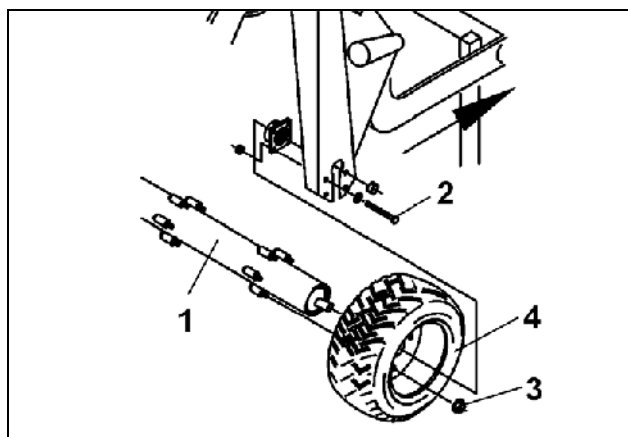

Fig. 122
- Sikre valsen med stoppeklosser mot utilsiktet bortrulling og skru av valsen (Fig. 122/1). Til dette fjernes festeskrueene (Fig. 122/2) på begge sider.
- Fjern skt.-muttere (Fig. 122/3) og trekk dekket (Fig. 122/4) fra valsen.